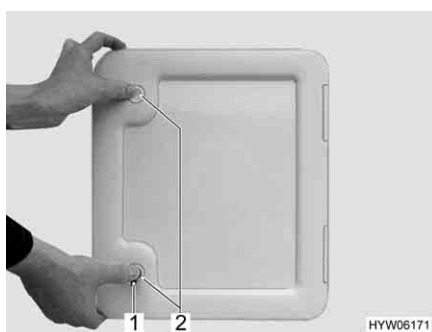

Fig. 160 Sportello per la cassetta Thetford
- Aprire lo sportello della cassetta Thetford all'esterno del veicolo. Inserire la chiave nel cilindro della serratura a pressione (Fig. 160,1) e ruotare in senso orario di un quarto di giro.
- Premere contemporaneamente con i pollici entrambe le serrature a pressione (Fig. 160,2) e aprire lo sportello per la cassetta Thetford.